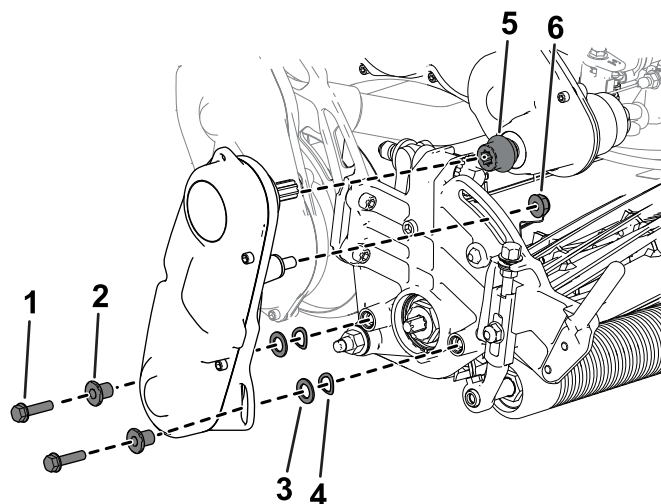

Figure 5
6. Installez le coupleur sur l'arbre d'entraînement de la transmission (Figure 5).
7. Utilisez les fixations retirées précédemment pour monter l'entraînement du cylindre sur l'unité de coupe (Figure 5).
8. Vérifiez que le coupleur (Figure 5) peut coulisser facilement sur l'arbre d'entraînement de la transmission